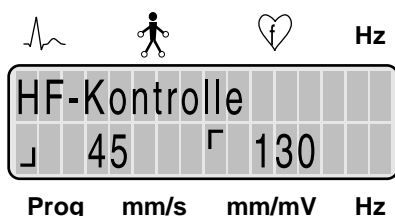

Bild 8-2. Displayanzeige „Konfiguration Grenzwerte“
- Drücken Sie   so oft, bis Bild 8-2 erscheint.